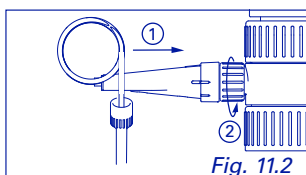

Fig. 11.2
- 2 Verlängerung montieren (Abb. 11.2 und 12.2)
- 2 Monter la rallonge (Fig. 11.2 et 12.2)